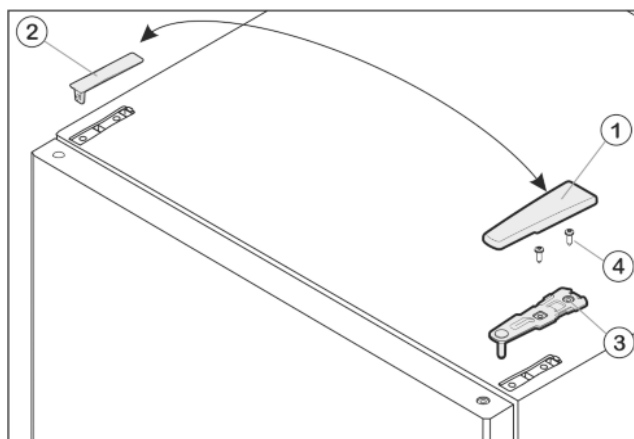

Fig. 6
- ▶ Потяните крышку Fig. 6 (1) вперед и вверх.
- ▶ Снимите крышку Fig. 6 (2).
- ▶ Открутите верхний опорный кронштейн Fig. 6 (3) (2 шт. Torx® 25) Fig. 6 (4) и вытяните вверх.
- Установите верхний опорный кронштейн Fig. 6 (3) на новой стороне шарнира и защелкните в дверце.
- Привинтите верхний опорный кронштейн (**с моментом 4 Нм**) (2 шт. Torx® 25) Fig. 6 (4). При необходимости проделайте отверстия или используйте аккумуляторную отвертку.
- Наденьте и защелкните крышку Fig. 6 (1) и крышку Fig. 6 (2) на противоположной стороне снаружи.